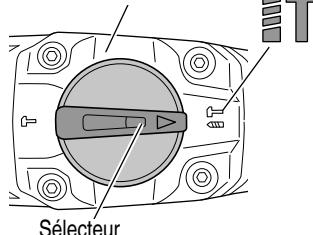

Fig. 6
(1) Commutation sur "rotation + percussion"
- (b) Alignez ▲ du levier du sélecteur et  du couvercle de la manivelle comme illustré à la Fig. 6.